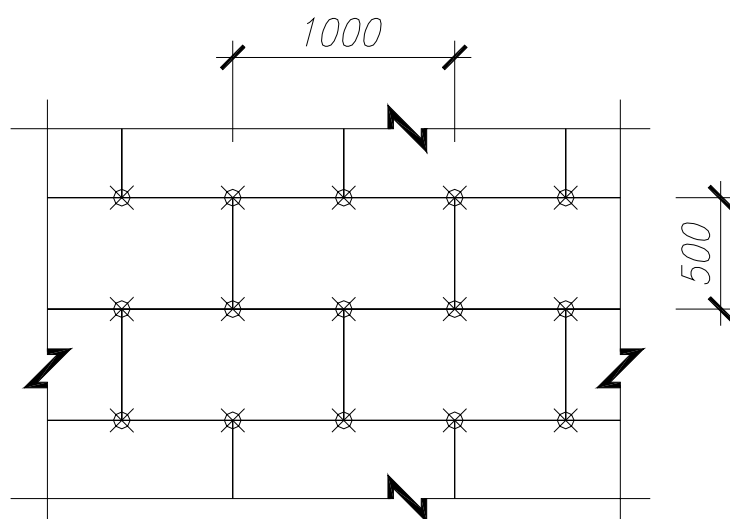

Рис.5 Схема установки дюбелей в основном поле стены.
9. При утеплении стен шаг дюбелей СПД по вертикали – 500 мм (высота плиты утеплителя), по горизонтали – 500 мм (см. рис.5).